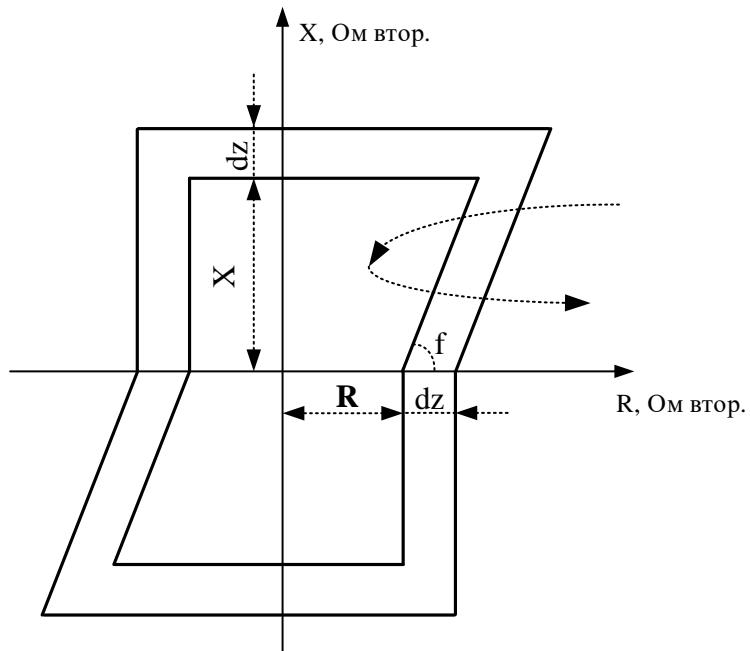

Рисунок 6.8 – Характеристика блокировки при качаниях
1. Рабочая точка перемещается из внешней зоны в зону действия (рисунок 6.8), при этом находится в дельта-зоне больше заданного времени **Tdz**. Для качаний частотой до 4–5 Гц **Tdz=20 мс.**